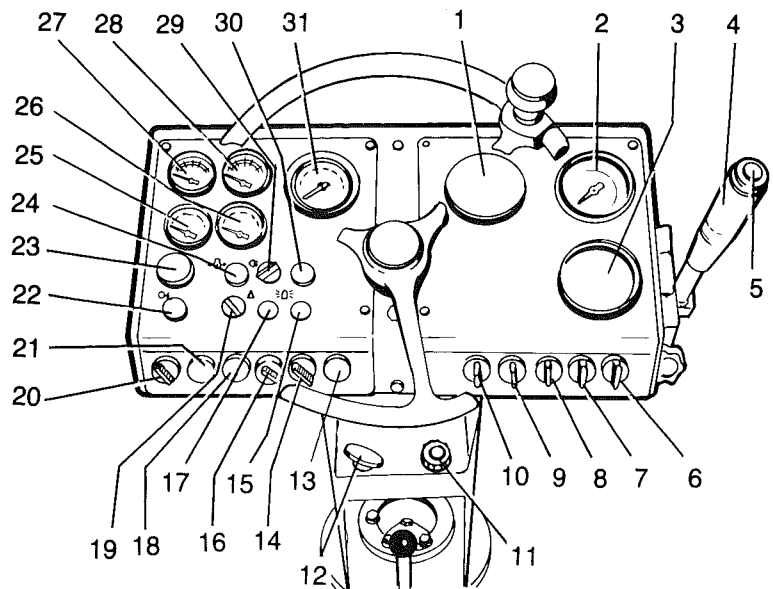

Fig 9 Instrumentpanel
- 2 Slå ifrån bromsen (19), fig 9.
- 4 Vid körning på asfalt, slå på bevattningsanläggningen (9).
- 5 För fram/backspaken (4) försiktigt framåt eller bakåt beroende på önskad körriktning.